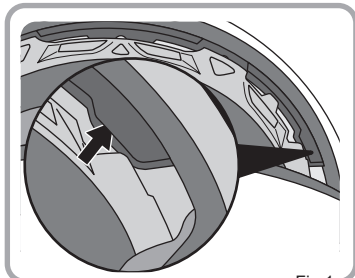

Fig.1
1. Inserire gli inserti nelle aree delle tempie come mostrato in Fig.1.